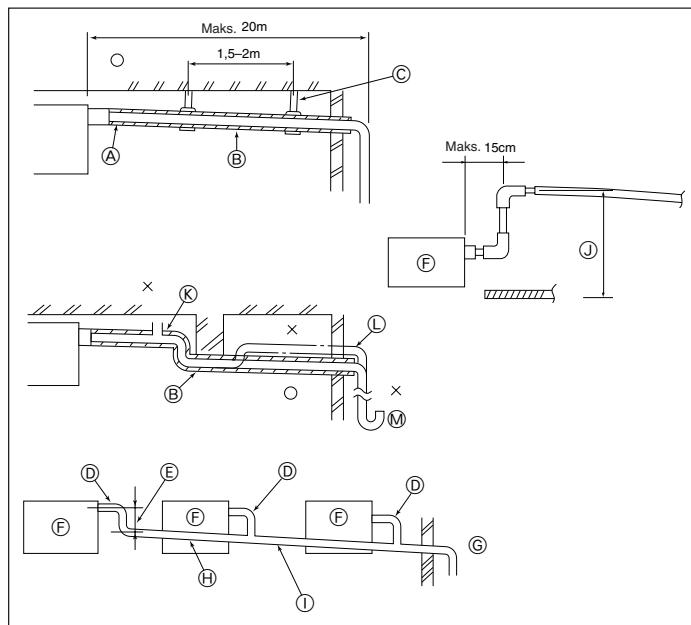

Fig. 3-4
- ① Birlikte verilen büyük boy boru kılıfını, kılıfın ucunun ünitenin yanına dayanmasına dikkat ederek gaz borusunun etrafına sarın.
- ② Birlikte verilen küçük boy boru kılıfını, kılıfın ucunun ünitenin yanına dayanmasına dikkat ederek sıvı borusunun etrafına sarın.
- ③ Her boru kılıfının her iki ucunu birlikte verilen bantlarla tespit edin. (Bantları boru kılıfının uçlarından 20 mm mesafede yapıştırın.)
3.4. Drenaj Tesisatı İşleri (Fig. 3-4)
- ① Doğru boru tesisati
- ② Yanlış boru tesisati